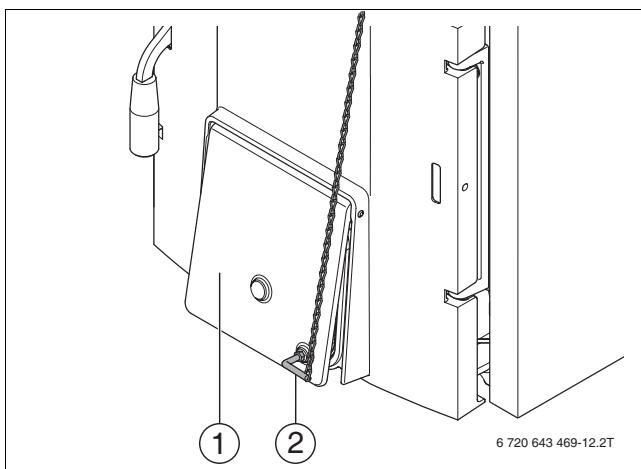

Рис. 15 Монтаж цепи регулятора и регулировка воздушной заслонки
- Закрепите угловую тягу [2] (см.рис.15) на воздушной заслонке [1] зольной дверцы.